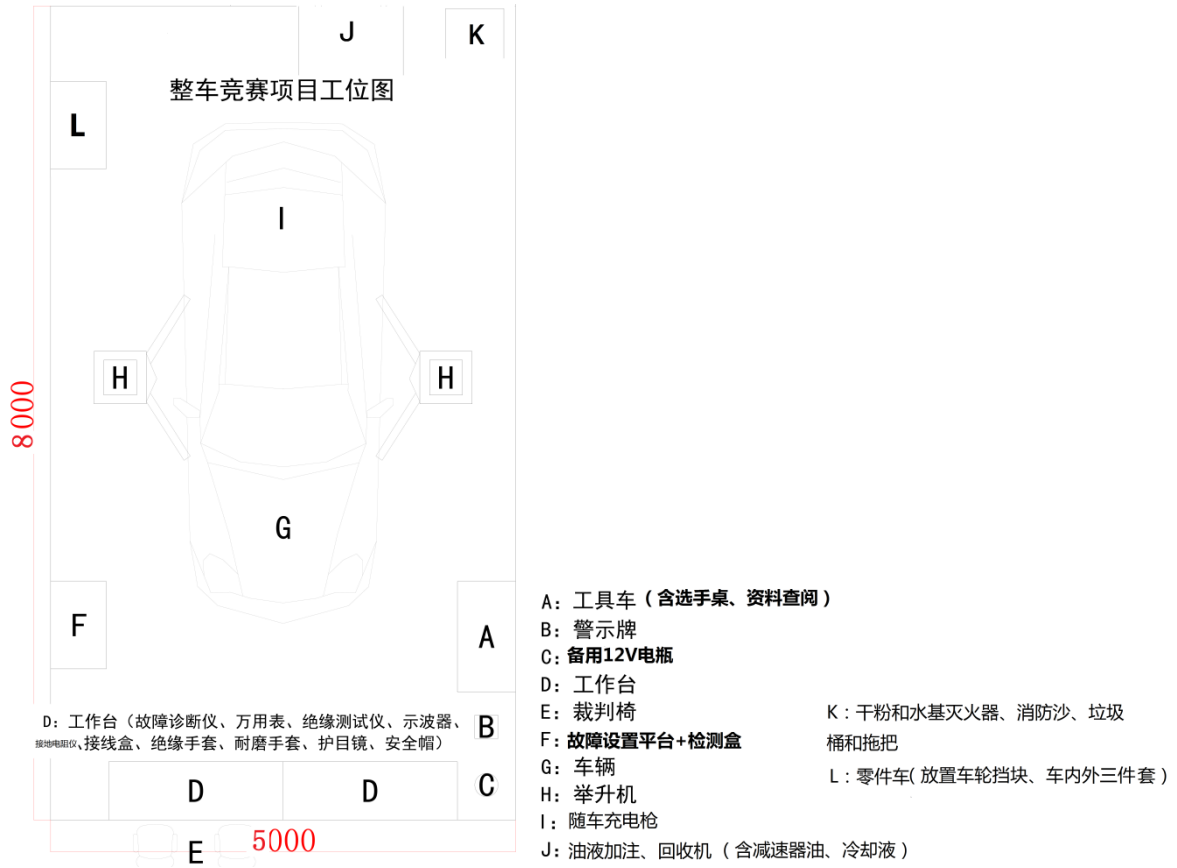
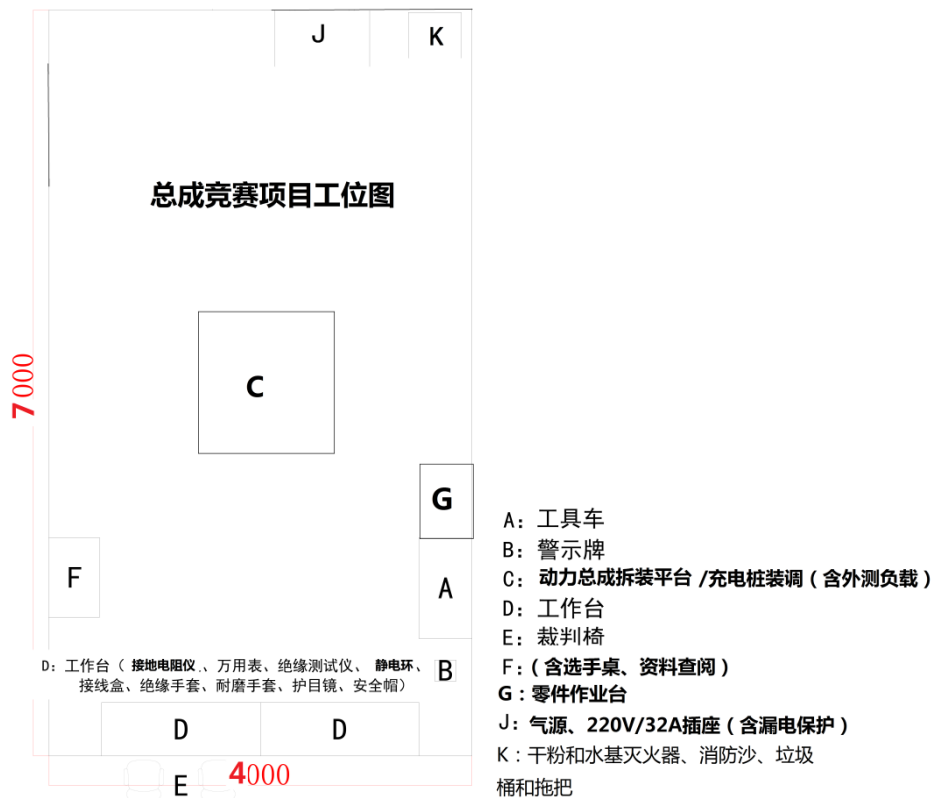

图 3 整车竞赛工位布置图
图4 总成竞赛工位布置图
3. “新能源汽车故障诊断与排除”和“新能源汽车维护与高压组件更换”共用竞赛场地，每个工位占地面积40m2，提供220V交流电，插座带漏电保护器和接地保护，能承载功率7kw、电流32A以上；“新能源汽车动力总成拆装与检测”和“新能源汽车充电设备装配与调试”共用竞赛场地，每个工位占地面积30m2，提供高压气源（压力不低于300KPa），提供220V交流电，插座带漏电保护器和接地保护，能承载功率7kw、电流32A以上；竞赛场地净空高度不低于4.2m，面积和比赛工位设置如表3（比赛工位数根据最后报名参赛队数量调整），实操竞赛工位布置如图3-图4。